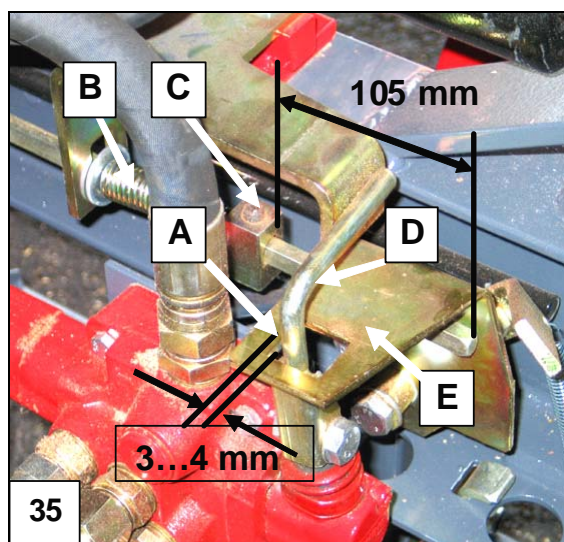

Bild 35. Ventilens basjusteringar 1/2
- Om man t.ex. byter ut utlösarfjädern B, bild 35, bör justeringsdelen C monteras på sitt ursprungliga ställe.
2. Vrid styrspaken E i ett läge där det uppstår ett spel A på ca 3–4 mm mellan framkanten av den fyrkantiga öppningen och utlösarspaken D, bild 35.